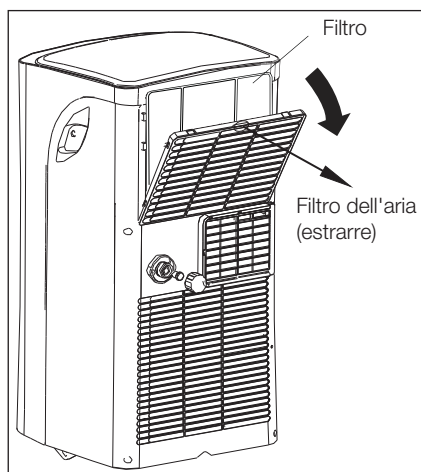

Fig.27
- Questa apparecchiatura è dotata di un filtro sul retro. Afferrare il pannello superiore e rimuovere il filtro che si trova dietro la griglia del pannello posteriore (Fig. 27).